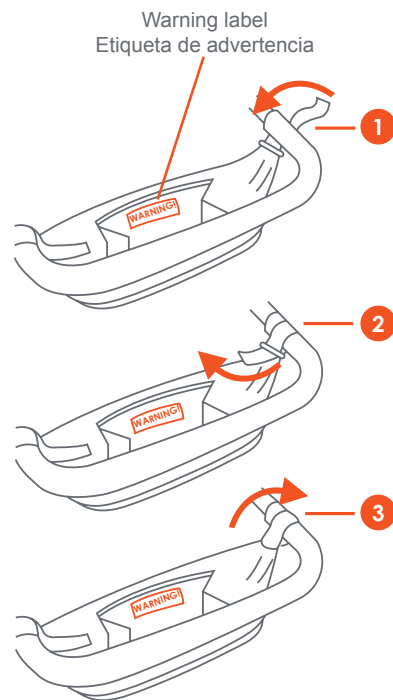

Fig. 5
Use the hook and loop to hang the soft parent organizer onto the wagon handle. Follow illustrations 1-3 (Fig. 5). Be sure to fasten tightly.
• **Ajuste El Organizador Flexible Para Padres:** Utilice el gancho y la arandela para colgar el organizador flexible para padres en el mango del vagón. Siga las ilustraciones 1-3 (Fig. 5). Asegúrese de ajustarlo firmemente.